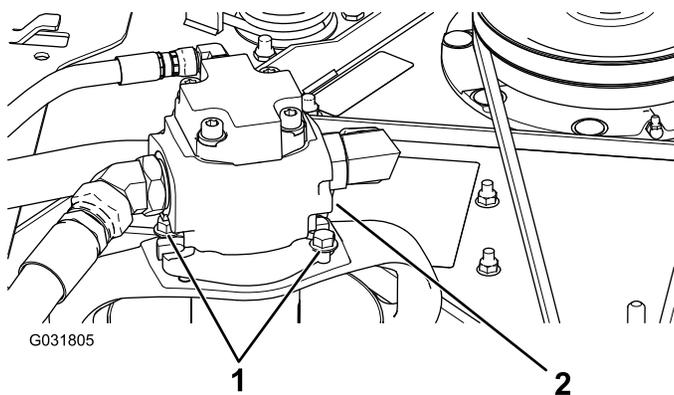

図 128
5. 油圧モータを刈り込みデッキに固定しているボルトを外す 図 128。
- 油圧モータを刈り込みデッキに固定しているボルトを外す 図 128。